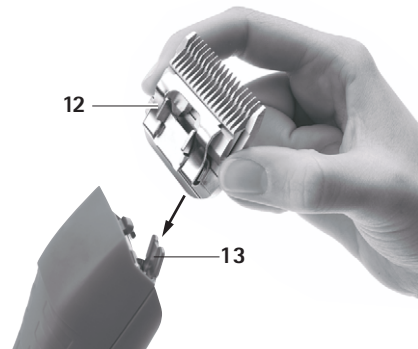

Fig. 2
- Sätt klipphuvudet 12 på det öppna knivlocket 13, se Fig. 2.
- Tryck klipp huvudet **12** lätt mot klippmaskinen FAV5 CL/FORTIS, se Fig. 2.